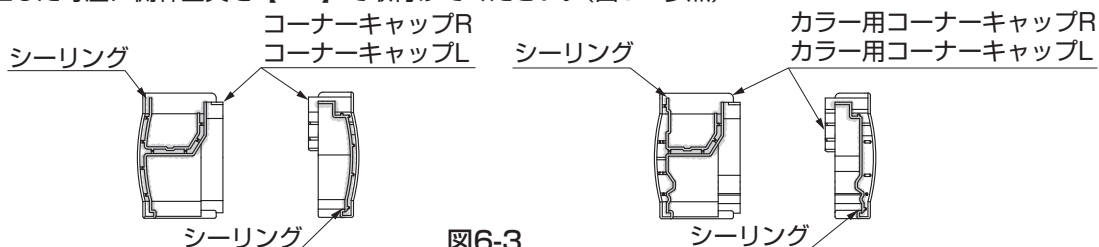

図6-3
③コーナーキャップRおよびコーナーキャップLにシーリング材を充てんして、側枠に取付けてください。(図6-3参照)
- 指定の箇所にシーリングしてください。(図6-3、図6-4参照)